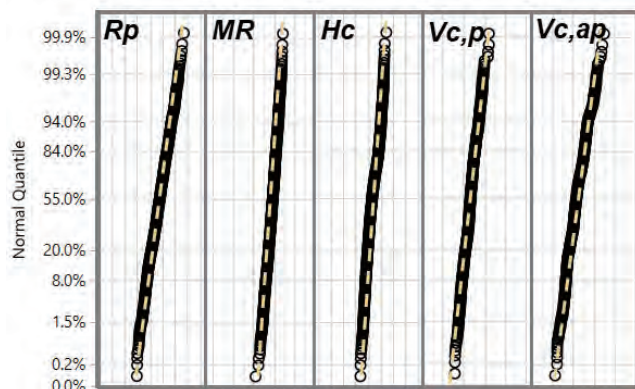

图7. MTJ ET 参数: R_p 、 MR 、 H_c 、 $V_{c,p}$ 和 $V_{c,ap}$ 在认证过程中的分布。
满足 5 次焊料回流要求。为进一步提高耐久性裕量, 我们调整了 MgO 阻障和刻蚀工艺。来自位单元阵列的 TDDDB 特征 (图 6b) 显示, 在工作电压下使用 Process 3 (用于认证), TDBB 的固有改进 > 2。在晶圆级进行最终认证过程中, 所测量的 MTJ 电气测试 (ET) 参数的分布, 描述了整个晶圆的常态分布 (图 7)。此后, 我们展示了从大量封装零件中收集到的 40Mb eMRAM 产品性能数据。选择工作电压 (V_{op}) 偏置条件来过度驱动芯片, 以涵盖芯片到芯片以及晶圆到晶圆的 t_0 BER < 1ppm 差异变化。